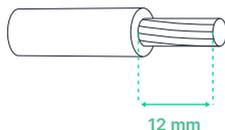

Fig. 7 - La longueur de dénudage pour chacun des 3 fils du câble d'alimentation
13. Coupez 12 mm d'isolant pour chacun des 3 fils du câble d'alimentation. **(Fig. 7 - pag. 19)**